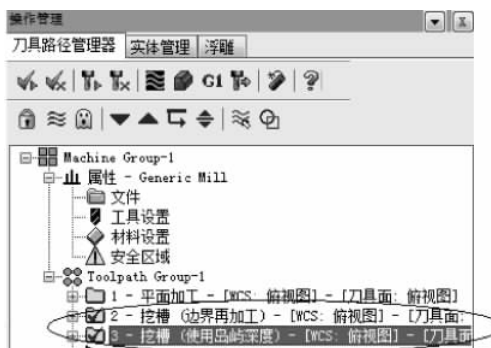

图 5-71 选择挖槽操作
(15) 在加工操作管理器中,按 Ctrl 键,复选两个挖槽操作,如图 5-71 所示。